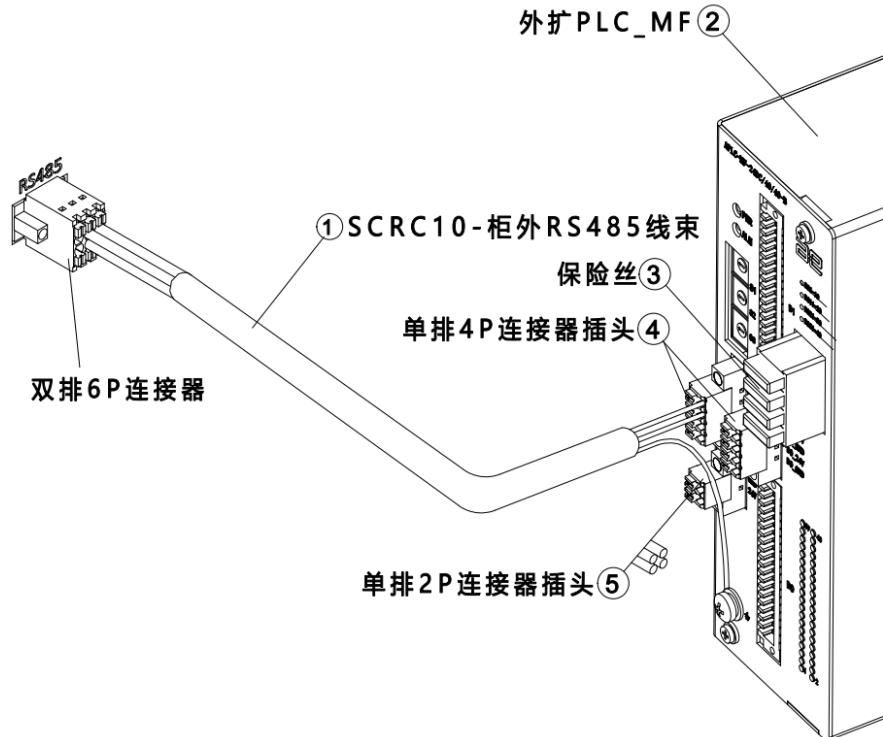

图 20-1 连接外扩 PLC_MF
步骤1. 将 ① SCRC10-柜外 RS485 线束带有双排 6P 连接器的一端接在柜体上的 RS485 接口，将 ① SCRC10-柜外 RS485 线束的另一端连接到 ② 外扩 PLC_MF 上，屏蔽层连接到接地处，另外两个信号线分别连接到对应于 X1 的 “+” 、 “-” ，参考图 20-1。